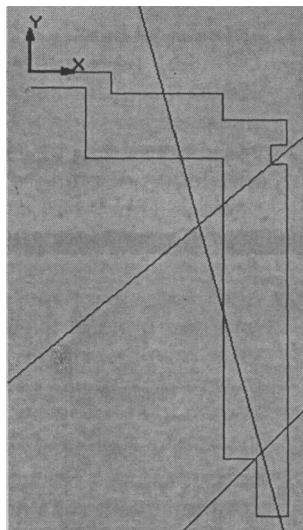

Рис. 4.58
4. Ввод трех вспомогательных прямых. На инструментальной панели нажмите кнопку **H (Ввод вспомогательной прямой)** и на запрос системы **Укажите первую точку вспомогательной прямой или введите координаты** активируйте мышью поле координаты X и установите с клавиатуры величину 70. Нажмите клавишу **Enter**. Затем щелкните мышью на поле координаты Y и введите значение (-122) . Вновь нажмите **Enter**. В окне **Угол наклона прямой к оси X** установите (45) и снова **Enter**. Аналогично установите координаты точки второй вспомогательной прямой $(60,-75)$, угол наклона 105 и третьей $(75,-29)$ с углом наклона 40 градусов (рис. 4.58).